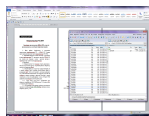
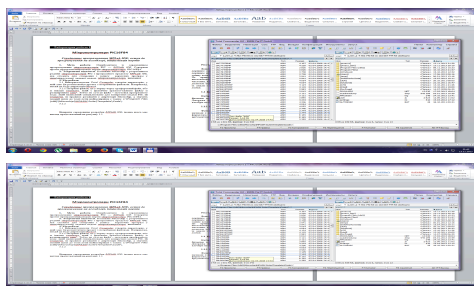

Рисунок 1.1 – Копіювання темплета 16F84TEMP у директорію Project1
Рисунок 1.3 Фрагмент списку темплетів директрії
1.3.2.1 Серед списку темп летів із розширенням `asm*` вибираємо потрібний нам 16F84TEMP (рисунок 1.3) і копіюємо його до створеної директорії *Project1* (рисунок 1.1).